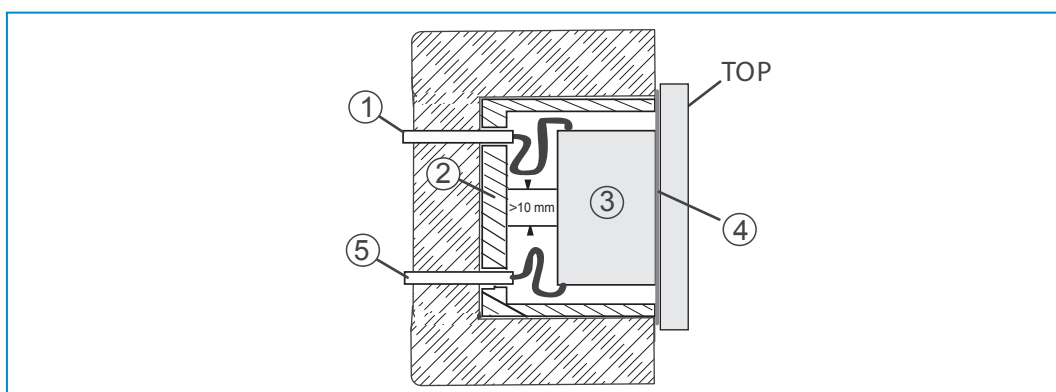

Fig. 8: circuito MBTS
- » Durante el montaje, mantenga una separación física (>10 mm) entre el circuito MBTS y otros circuitos eléctricos (véase la Fig. 8).